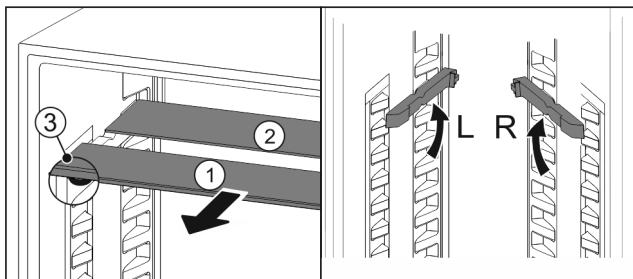

Fig. 198
- ▶ Skleněné desky jednotlivě vytáhněte dopředu Fig. 198 (1).
- ▶ Skleněná deska Fig. 198 (1) s ozdobnou lištou leží vpředu.
- ▶ Zárážky Fig. 198 (3) směřují dolů.